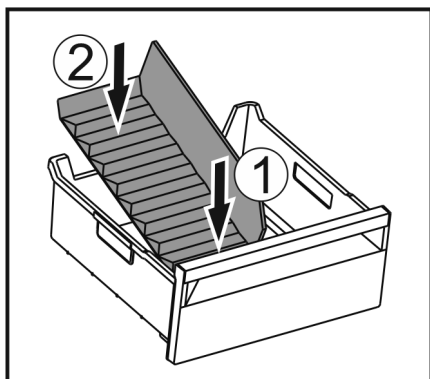

Fig. 179
- Włożyć przednią część separatora do szuflady na lód. Fig. 179 (1)
- Tylną część separatora do szuflady na lód opuścić na dno szuflady. Fig. 179 (2)